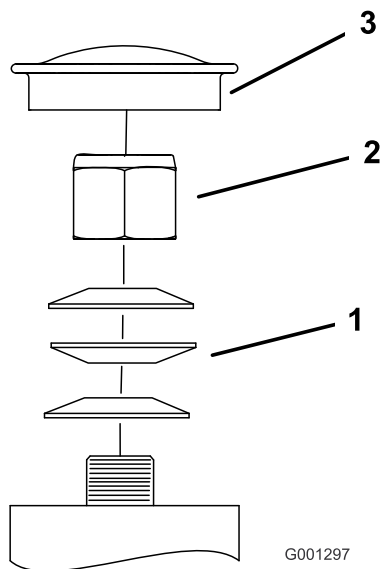
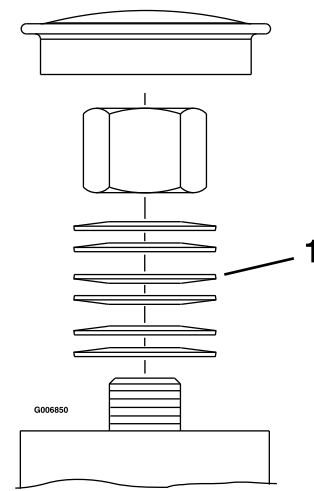

Figure 51
Figure 52
3. Déposez le couvre-moyeu de la roue pivotante et serrez le contre-écrou jusqu'à ce que les rondelles élastiques soient aplaties, puis desserrez-le de 1/4 de tour pour obtenir la précharge correcte des roulements (Figure 51 et Figure 52).
Important: Veillez à placer les rondelles élastiques comme montré à la Figure 51 et la Figure 52.